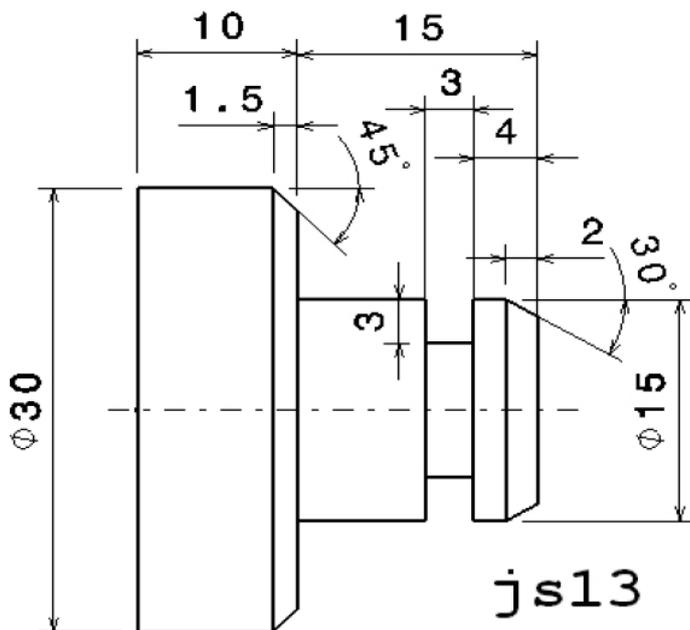

FIGURE 2 – Dessin de la pièce finie
- Dessin de la pièce voir figure 2 ( dessin de la pièce finie).